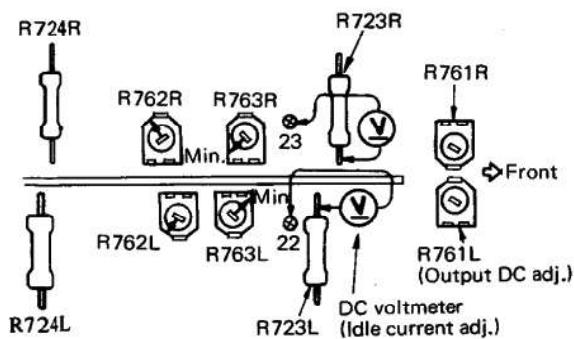

Fig. 6 Abb. 6
- ① Adjust R763L(R) so that the voltage is 7.7mV.
- ② Next, adjust R762L(R) so that the voltage is minimum (7.7mV \pm 2mV).
When this is impossible, repeat Items ① and ②. (Fig.6)
(2) Output DC adjustment
Perform this adjustment with no signal, volume control minimum, speaker select switch set to A or B and with no load. Connect a DC voltmeter between \oplus and \ominus L(R) output terminals of speaker A or B and adjust R761L(R) shown in Fig. 6 so that the output DC is 0 (within \pm 20mV) measured in the 100mV range. This adjustment performs both channels.
- ① R763L(R) auf eine Spannung von 7,7mV abgleichen.
- ② Danach R762L(R) auf minimale Spannung (7,7mV ± 2mV) einstellen.
Wenn dies nicht möglich ist, die Punkte ① und ② wiederholen. (Abb. 6)
Diesen Abgleich ohne Signal ausführen; den Lautstärke-regler ganz zudrehen, den Lautsprecher-Wahlschalter auf Position A oder B stellen und keine Last anlegen. Einen Gleichspannungsmesser zwischen ⊕ und ⊖ der Ausgangsklemmen L(R) für die Lautsprecher A oder B anschließen und R761L(R) (gezeigt in Abb. 6) so einstellen, daß die Ausgangs-Gleichspannung 0 (±20mV) beträgt, wenn im 100mV Bereich gemessen wird. Diese Einstellung betrifft beide Kanäle.
- ① Ajuster R763L(R) pour que la tension obtenue soit de 7,7mV.
- ② Ensuite, ajuster R762L(R) pour que la tension obtenue soit au minimum (7,7mV \pm 2mV).
Quand il est possible de le faire, refaire les opérations ① et ②. (Fig. 6)
(2) Réglage de tension continue de sortie
Effectuer ce réglage sans signal, potentiomètre de volume en position minimum, sélecteur de haut-parleurs en position A ou B et sans application de charge. Raccorder un voltmètre pour courant continu entre la borne positive (+) et la borne négative (-) de sortie L(R) de haut-parleur A et B et ajuster R761 L(R) comme représenté sur la figure 6 pour que la tension de sortie continue soit à zéro (avec une tolérance de \pm 20mV) mesurée dans la gamme de 100mV. Ce réglage est à faire pour les deux canaux.